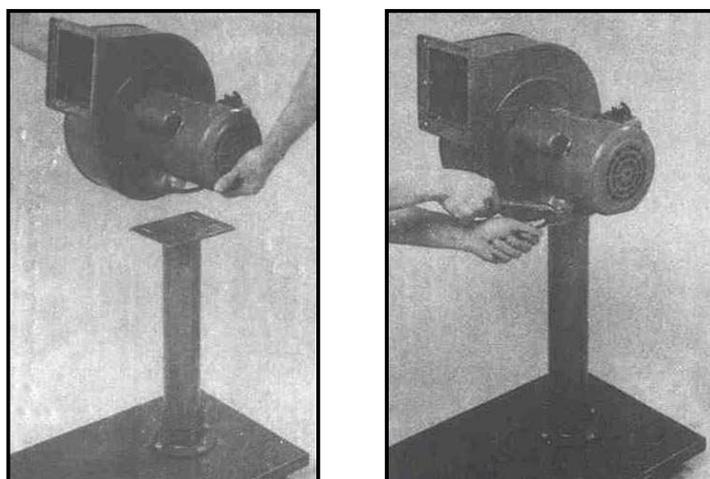
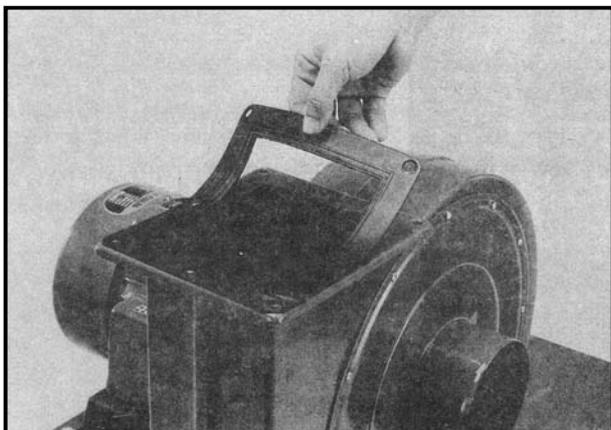

Figura 10– Montaggio dell'aspiratore.
Figura 18 – Montaggio della guarnizione.
Posizionate l'aspiratore (B) sulla base di supporto e fissatelo con le quattro viti, le rondelle e i dadi utilizzando una coppia di chiavi per dadi esagonali di 13 mm (Figura 10)
3. Posizionare il collettore di uscita (L) sul corpo dell'aspiratore (figura 10), avendo cura di interporre la guarnizione (Figura 18) e fissandolo con le quattro viti, le rondelle ed i dadi.